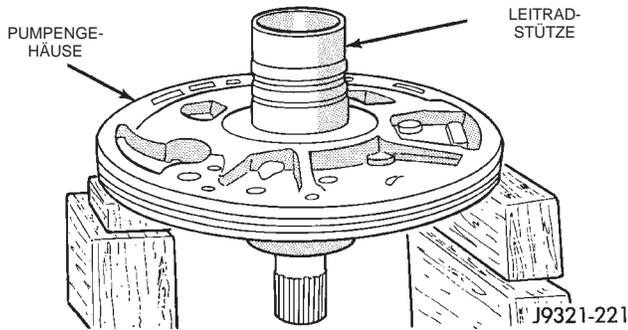

Abb. 129 Leitradstütze und Pumpengehäuse zusammensetzen
- (8) Leitradstütze auf Pumpengehäuse montieren (Abb. 129).
- (9) Leitradstütze auf das Pumpengehäuse setzen. Die beim Zerlegen angebrachten Paßmarkierungen zur Deckung bringen bzw. die Stütze drehen, bis die Schraubenlöcher in Stütze und Pumpengehäuse fluchten (die Bohrungen sind so angeordnet, daß nur eine Einbaulage möglich ist).